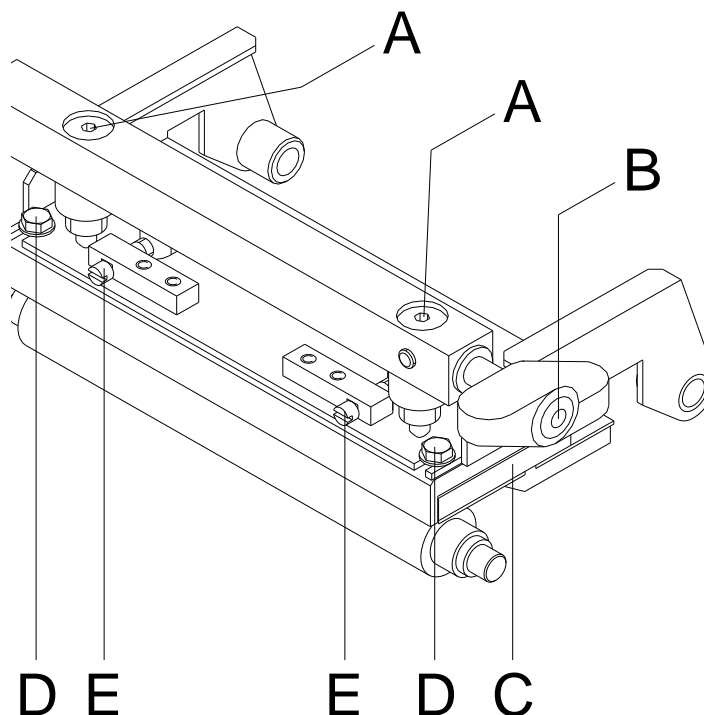

Figure 13
1. Tourner les vis (A, Figure 13) pour modifier la pression de la tête d'impression.
2. Tourner les vis (A, Figure 13) en sens des aiguilles d'une montre pour une augmentation de la pression.
3. Tourner les vis (A, Figure 13) en sens inverse des aiguilles d'une montre pour une réduction de la pression.